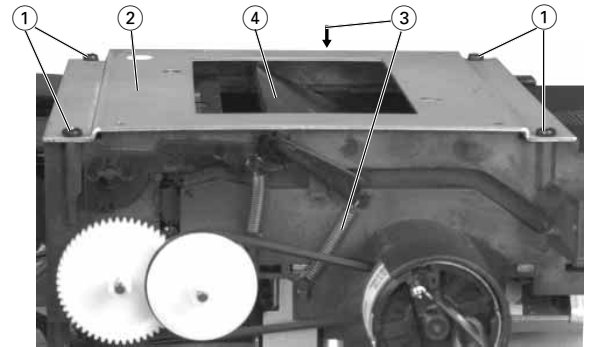

Fig. 18
- 4 Schrauben ① herausdrehen und Cassettenschachthalter ② abnehmen (Fig. 18).
- 2 Federn ③ aushängen und Klappe ④ abnehmen (Fig. 18).
- Undo 4 screws ① and remove the cassette compartment holder ② (Fig. 18).
- Unhook 2 springs ③ and remove the flap ④ (Fig. 18).